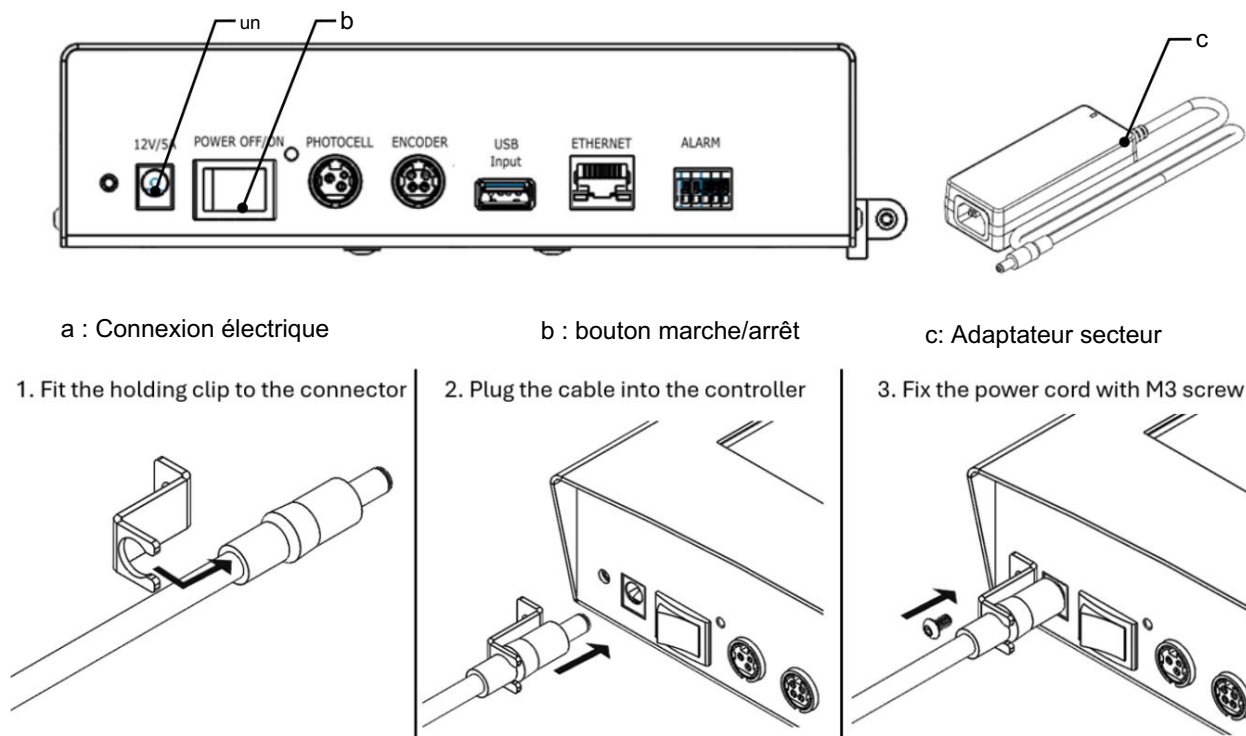

Figure 14
- Insérez l'extrémité mâle du câble de l'adaptateur secteur fourni à l'arrière de l'imprimante (voir la figure 14).